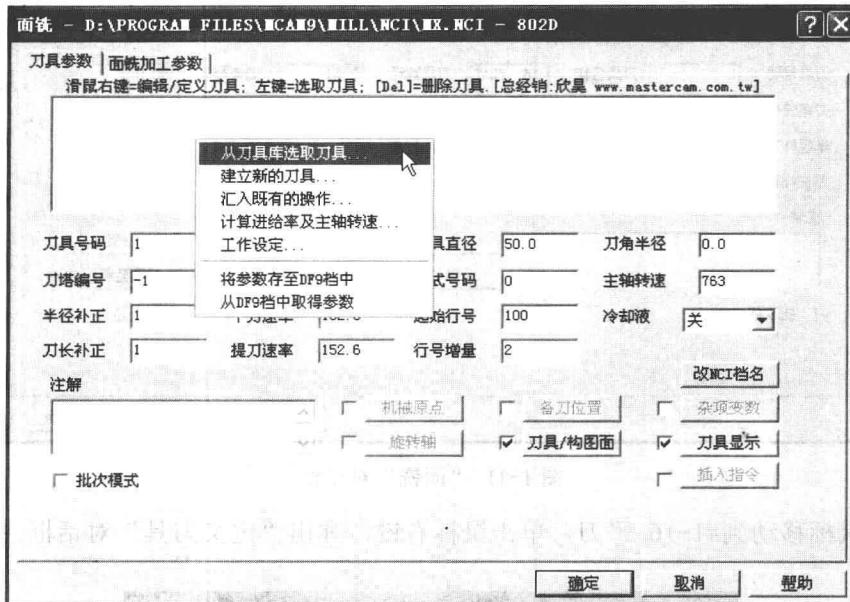

图 1-9 “面铣”对话框
1) 在主菜单区单击“回主功能表”，返回到主界面，单击“刀具路径”“面铣”“串联”，选择刚才绘出的矩形（高亮显示），单击“执行”，弹出“面铣”对话框，将鼠标移动到中间空白处，单击鼠标右键选择“从刀具库选取刀具...”，如图 1-9 所示。